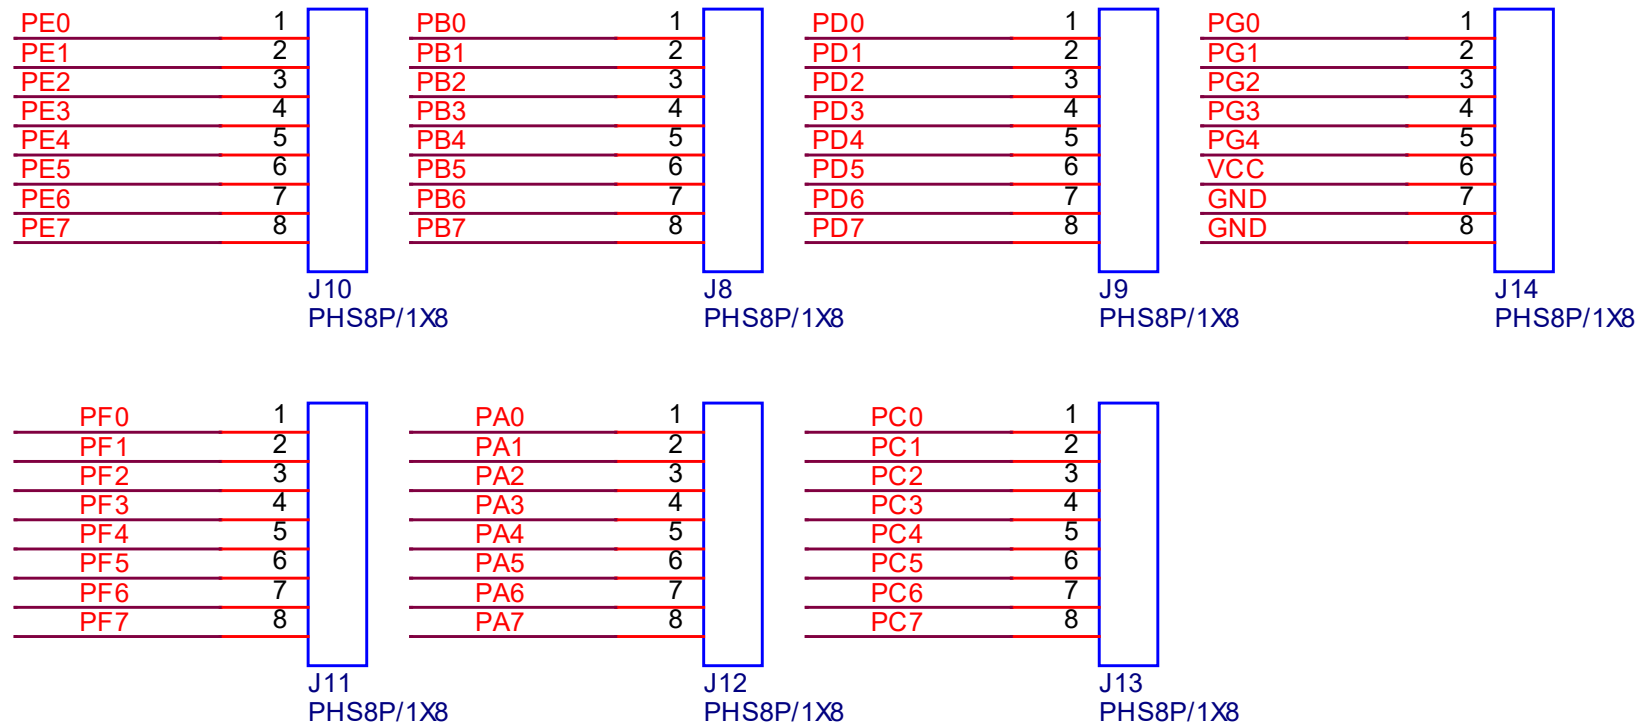

Figure 18. 입출력 확장 커넥터 핀 배치
- 입출력 확장 커넥터 핀 배치의 회로도는 <Figure 18>와 같음